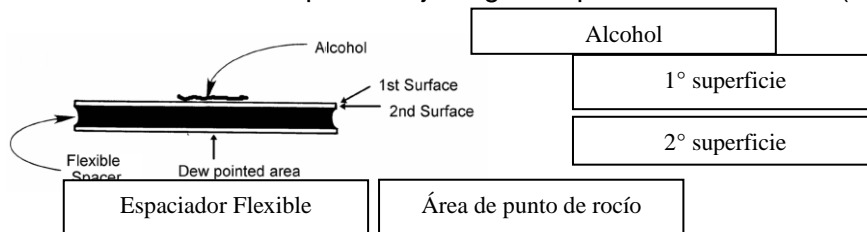

Figura 23. Después de retirar el aparato, mire si está condensado o escarchado en el interior de la superficie del vidrio según dibujo.
- Aparato del punto de rocío. Ver Figura 23.
escarcha en la segunda superficie de la lámina superior de vidrio, entonces el punto de rocío de la muestra es más alto/cálido que la temperatura testeada. Ver Figura 23 para una configuración de la prueba del punto de rocío.